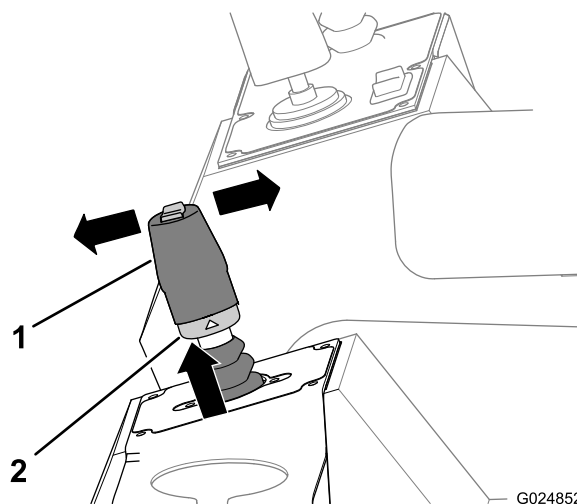

Figura 47
2. Tire hacia arriba del anillo de bloqueo situado en la base del joystick (Figura 47).
- Mueva la palanca hacia adelante (hacia la parte delantera de la máquina) para desplazar la máquina hacia adelante (Figura 47).
- Mueva la palanca hacia atrás (hacia la parte trasera de la máquina) para desplazar la máquina hacia atrás (Figura 47).
- Suelte el anillo de bloqueo y la palanca (Figura 47).
- Mueva la palanca a la posición de Punto muerto para detener la máquina (Figura 47).